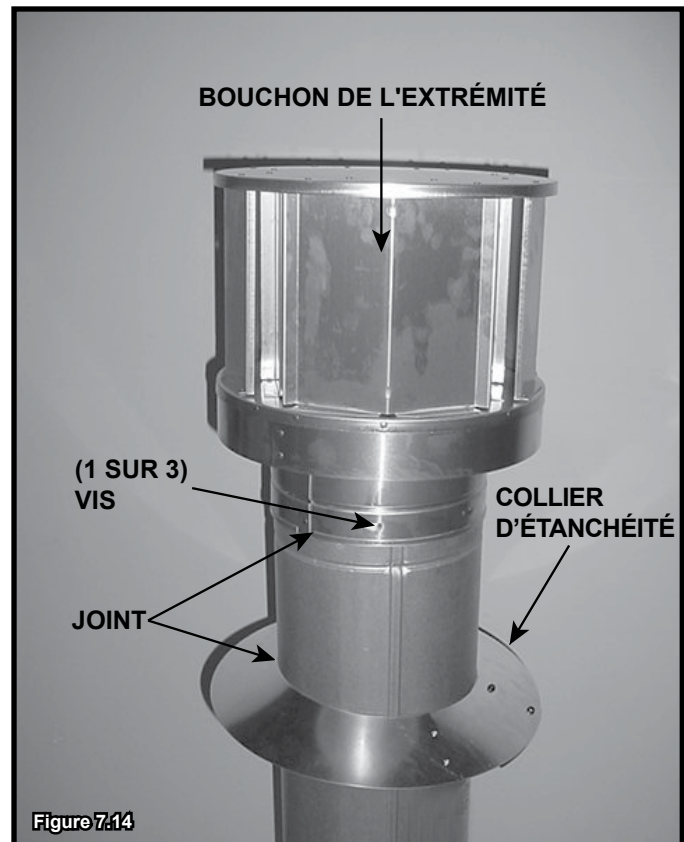

Figure 7.14
- Glissez le collier d'étanchéité assemblée sur la section de conduit jusqu'à ce qu'elle repose sur le solin du toit. Voir la Figure 7.14.
- Scellez autour de la partie supérieure du collier d'étanchéité. Voir la Figure 7.14.
- Fixez le bouchon en insérant trois vis autotaraudeuses (fournies) dans les trous pilotes de la collerette extérieure du bouchon, jusqu'au conduit extérieur. Voir la Figure 7.14.